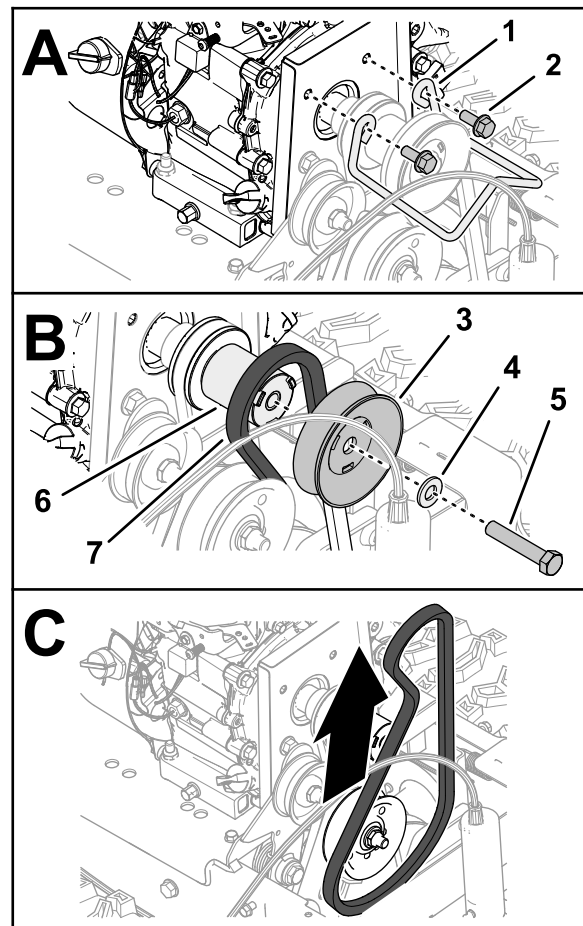

Figura 44
3. Rimuovete le 2 viti a testa cilindrica con flangia che fissano il guidacinghia, e rimuovete la guida dal motore (Figura 44).
4. Rimuovete la vite a testa cilindrica (3/8" x 2") e la rondella che fissa la puleggia di trasmissione della spazzola all'albero motore, e rimuovete la puleggia (Figura 44).